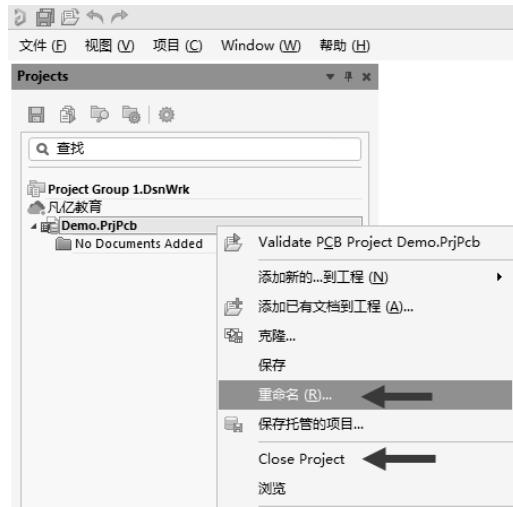

图 3-4 工程名称的变更与工程的关闭
(3) 如图 3-4 所示，如果对新建工程的名称不满意，则在新建工程文件上单击鼠标右键，可以通过执行“重命名”命令重新更换名称；可以通过执行“Close Project”命令关闭工程，然后再重新创建即可。